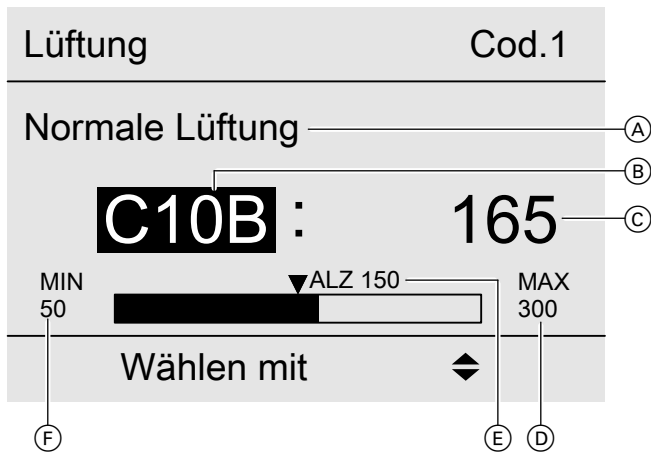

Abb. 7
- Die Grenzen des Einstellbereichs (D), (F) und der Auslieferungszustand (E) in Abb. 7 hängen in vielen Fällen vom Typ des Lüftungsgeräts ab. Diese Werte werden für fast alle Parameter im Lüftungsbedienteil, Typ LB1 angezeigt. Daher sind die Werte (D), (E) und (F) in den folgenden Parameterbeschreibungen nicht aufgeführt.
- (A) Bezeichnung des Parameters
- (B) Parameter-Code
- (C) Aktuell eingestellter Wert
- (D) Obere Grenze des Einstellbereichs
- (E) Kennzeichnung des Auslieferungszustands
- (F) Untere Grenze des Einstellbereichs